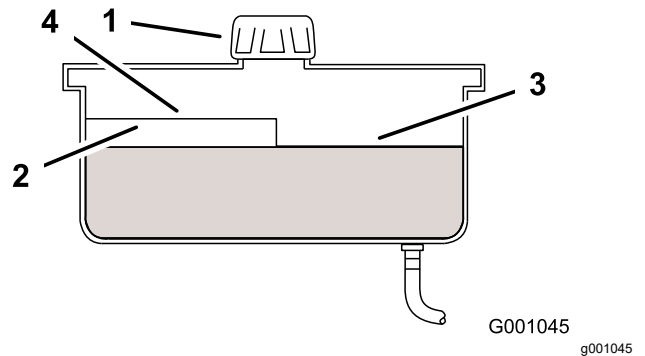

Bild 42
3. Reinigen Sie den Bereich um den Deckel und Füllstutzen des Hydraulikbehälters (Bild 42).
4. Drehen Sie den Deckel vom Einfüllstutzen ab. Schauen Sie in den Stutzen um sicherzustellen, dass Öl im Behälter ist (Bild 42).
- Hinweis:** Der Füllstand sollte bei warmem Öl an der Oberkante der Zwischenplatte liegen (Bild 42).